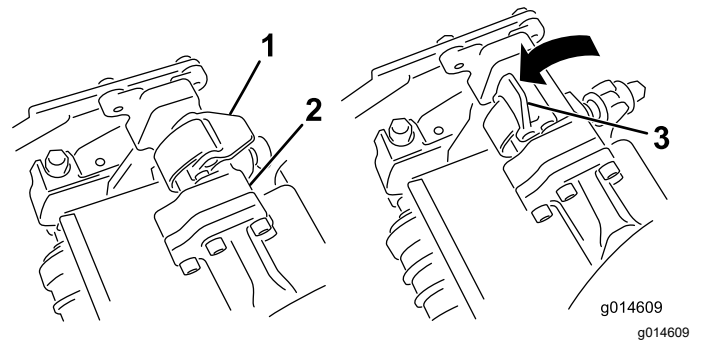
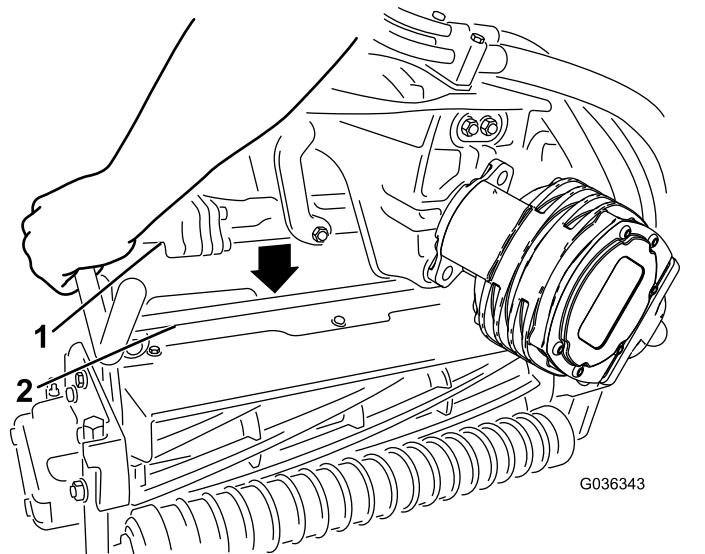

Bild 62
Bild 63
4. Öffnen Sie die Verriegelungen an der Aufhängearmstange (Bild 62) und drücken Sie den Aufhängearm nach unten, damit die Stange über beide Neigungsarme am Mähwerk liegt und stellen Sie sicher, dass die Verriegelungen unter die Querstange des Mähwerks greifen (Bild 63).
5. Drücken Sie die Riegel nach unten um die Mähwerksstange herum und arretieren sie (Bild 62).
6. Öffnen Sie die Riegel an der Aufhängearmstange des Mähwerks, die Sie entfernen möchten (Bild 62).